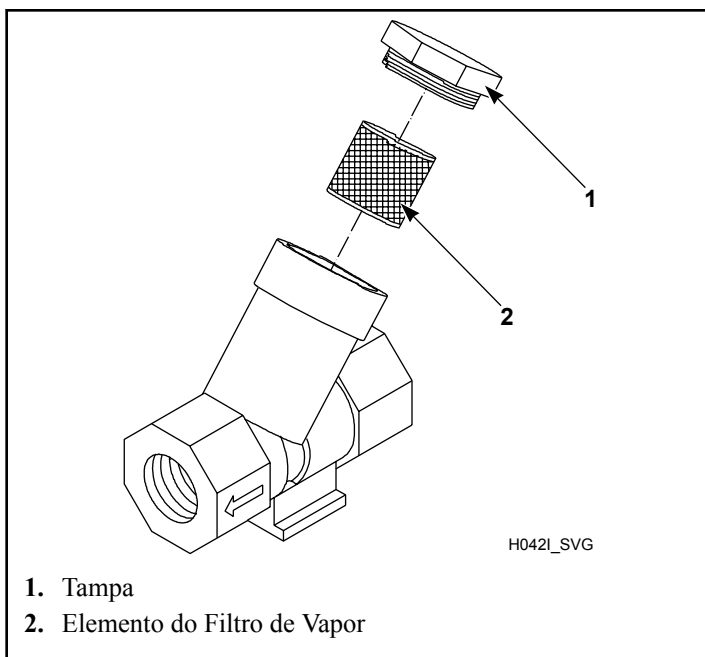

Figura 52
3. Se aplicável, limpe o filtro de vapor fornecido pelo cliente. Consulte a *Figura 52*.